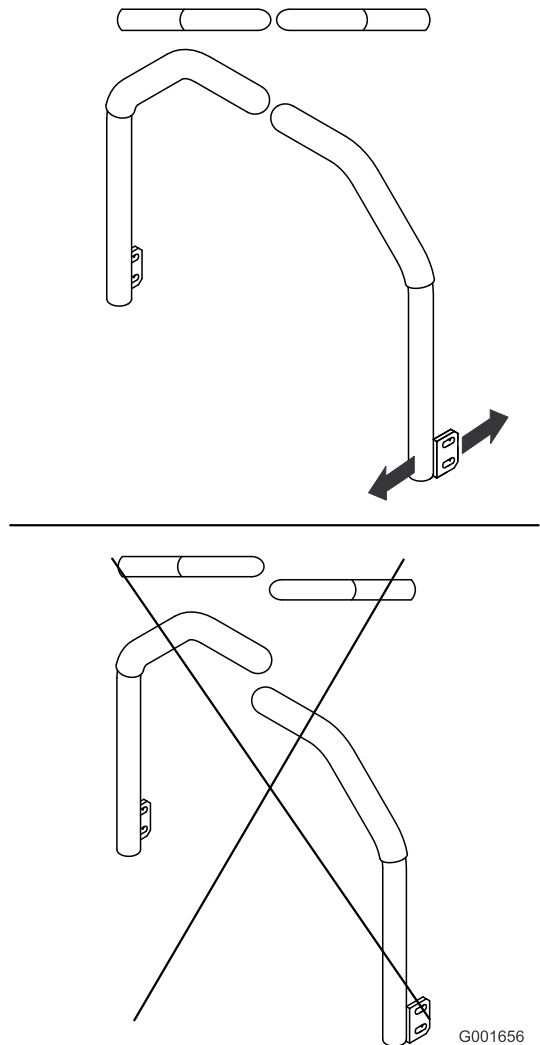

Bild 56
5. Stellen Sie die Fahrtriebshebel so ein, dass sie ausgefluchtet sind und ziehen Sie die Schrauben an, um die Hebel an den Streben zu befestigen (Bild 56).